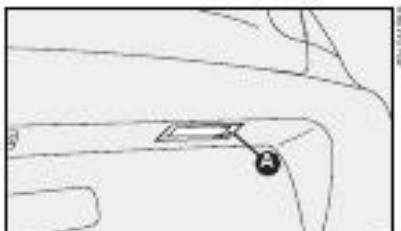

fig. 49
Siena figs. 49 e 50
1) retirar a tampa acrílica forçando-a com uma chave de fenda nos pontos indicados pela letra **A**-fig. 49;